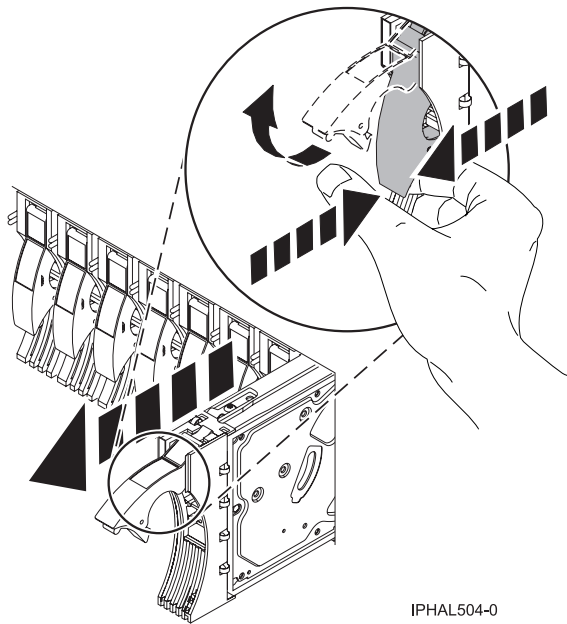

Figure 46. Retrait d'une unité de disques d'un modèle
12. Déverrouillez la poignée de l'unité de disques en appuyant dessus et en la tirant vers vous (voir figure 46).